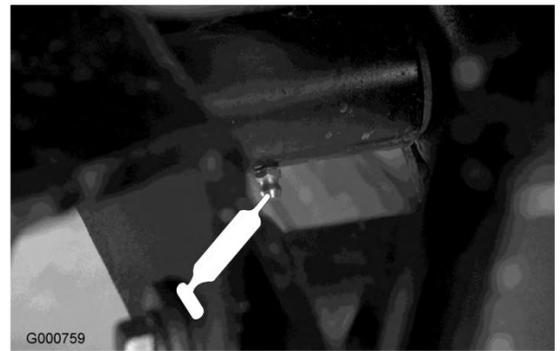

Figure 32
- Vérins de levage avant (3) (Figure 31 et Figure 32)